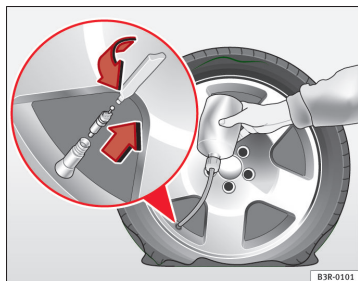

Fig. 118 Pneu : remplir
- Retirez le capuchon de la valve du pneu et dévissez l'obus de valve avec un tournevis ⇒ fig. 118.